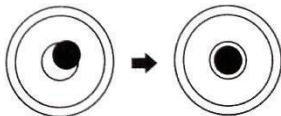

图 4
- (4)用三角架粗整平仪器，调整仪器脚螺丝手轮，使圆水准泡居中。（图 4）